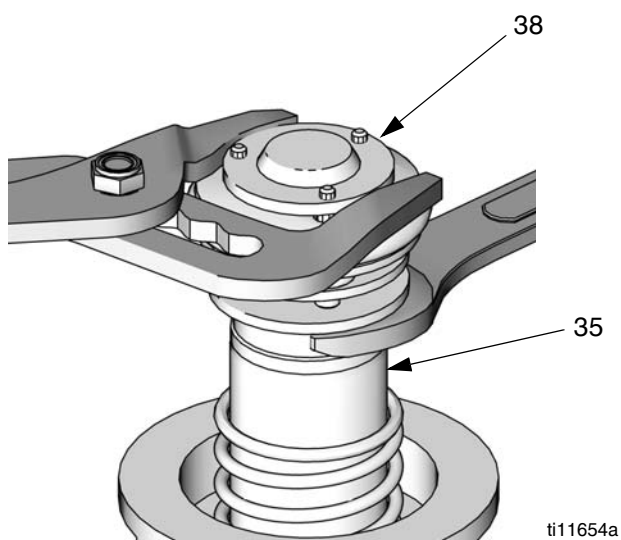
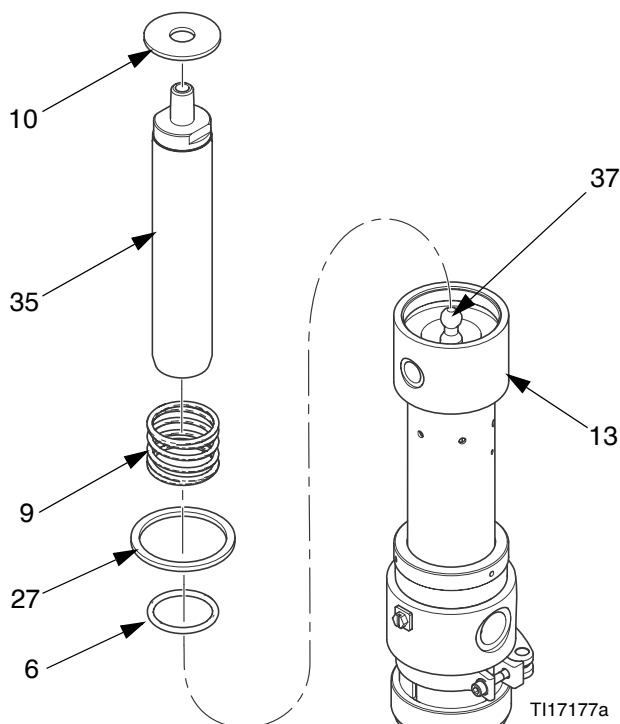

Рис. 11
Рис. 12
3. Чтобы свинтить поршень воздушного клапана со штока поршня, пользуйтесь плоскогубцами на верхней пластине поршня (38) воздушного клапана и гаечным ключом на штоке поршня (35). См. Рис. 11.
4. Снимите шайбу (10), нижнюю пружину (9) и прокладку (11). Осмотрите на предмет наличия износа или повреждения и, если необходимо, замените. См. Рис. 12.
5. Отсоедините шток поршня (35) от соединительного штока (37) насоса и вытяните шток поршня с основания (13) пневматического двигателя. Снимите уплотнительное кольцо (6). Осмотрите уплотнительное кольцо (6) и, если необходимо, замените.
1. Установите обратно уплотнительное кольцо (6). Снова соедините шток поршня (35) и соединительный шток насоса (37). См. Рис. 12.
2. Снова установите прокладку (11), пружину (9) и шайбу (10). Снова установите поршень (38). Нанесите герметик для резьбы на резьбу штока поршня (35) и аккуратно навинтите поршень (38) на шток. См. Рис. 11 и Рис. 12.